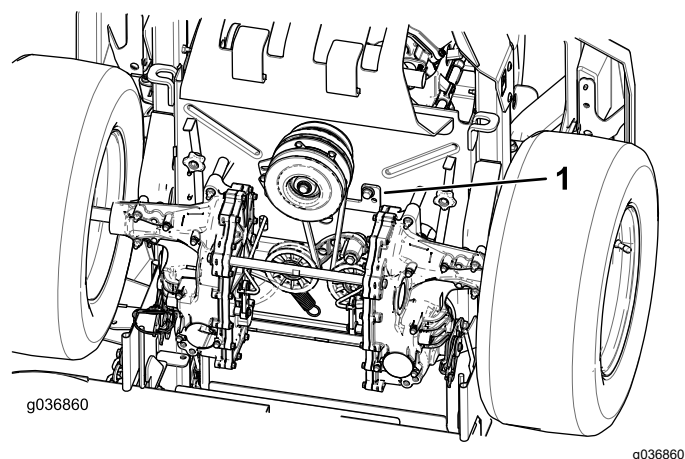

Figura 77
9. Instale el tope del embrague (Figura 77).
5. Retire el tope del embrague (Figura 77).